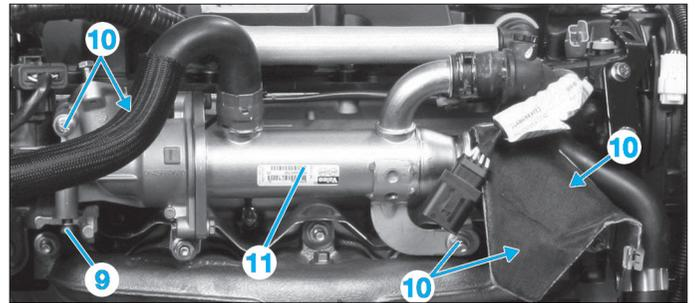
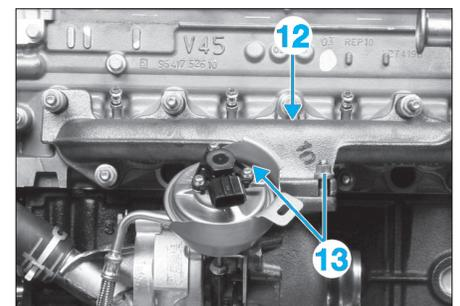

Fig. 60
Fig. 61
- Desserrer la vis (9) (Fig.60).
- Déposer les vis et écrous (10).
- Déposer l'échangeur EGR (11).
- Déposer (Fig.61) :
- l'écrou (12) par le haut,
- les écrous (13) par le dessous.